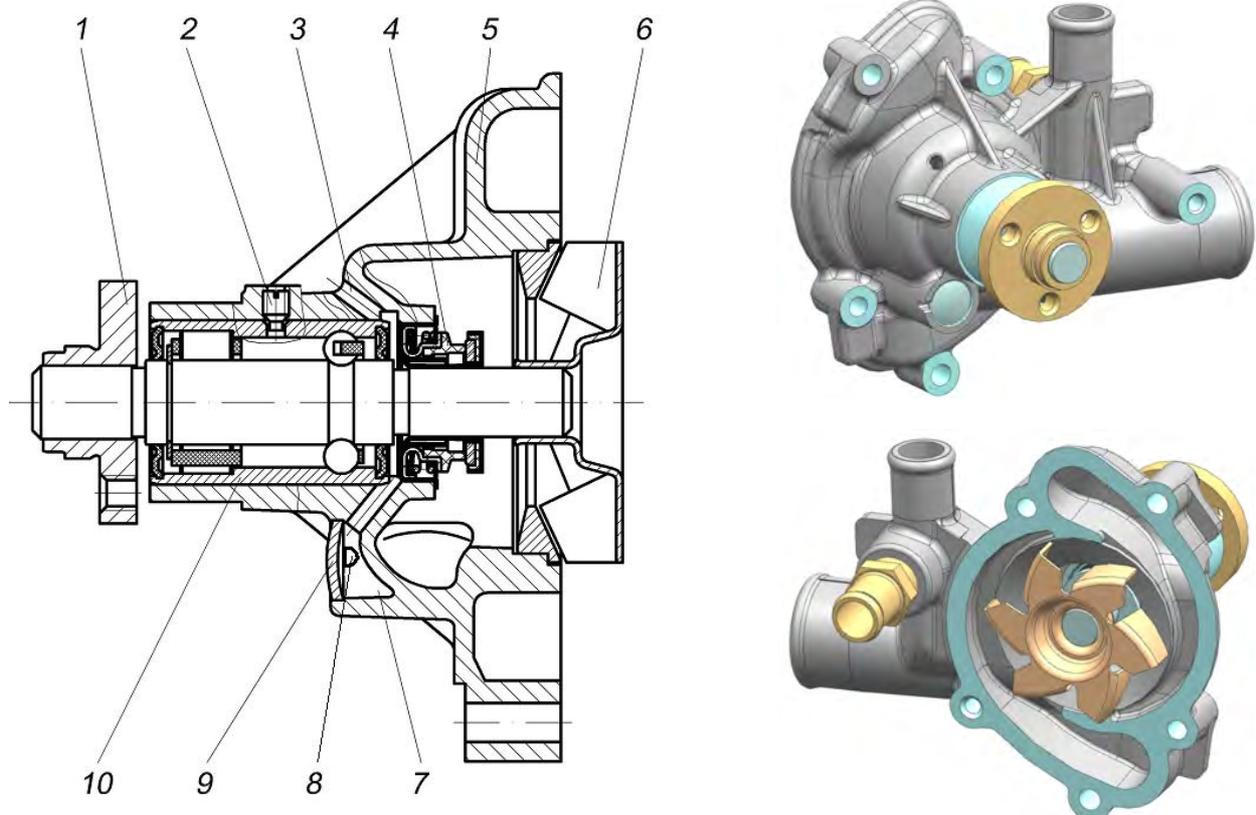

Abb. 36. Wasserpumpe:
**Wasserpumpe (Abb. 36)** - Zentrifugaltyp, montiert auf der Kettenabdeckung. Das Kühlmittel wird von einer Pumpe dem Zylinderblock zugeführt.